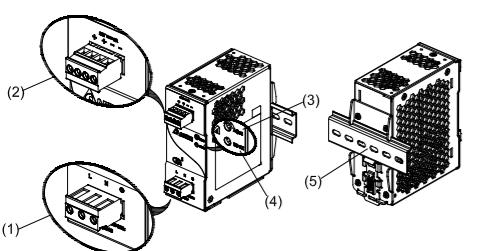
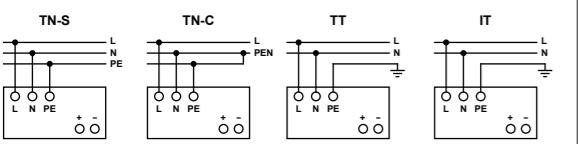

Figure 1
Figure 6
### 5.2. Anschluss der Eingangsklemmen (Abb. 1 (1), Abb. 6)
#### 2. Device description (Fig. 1)